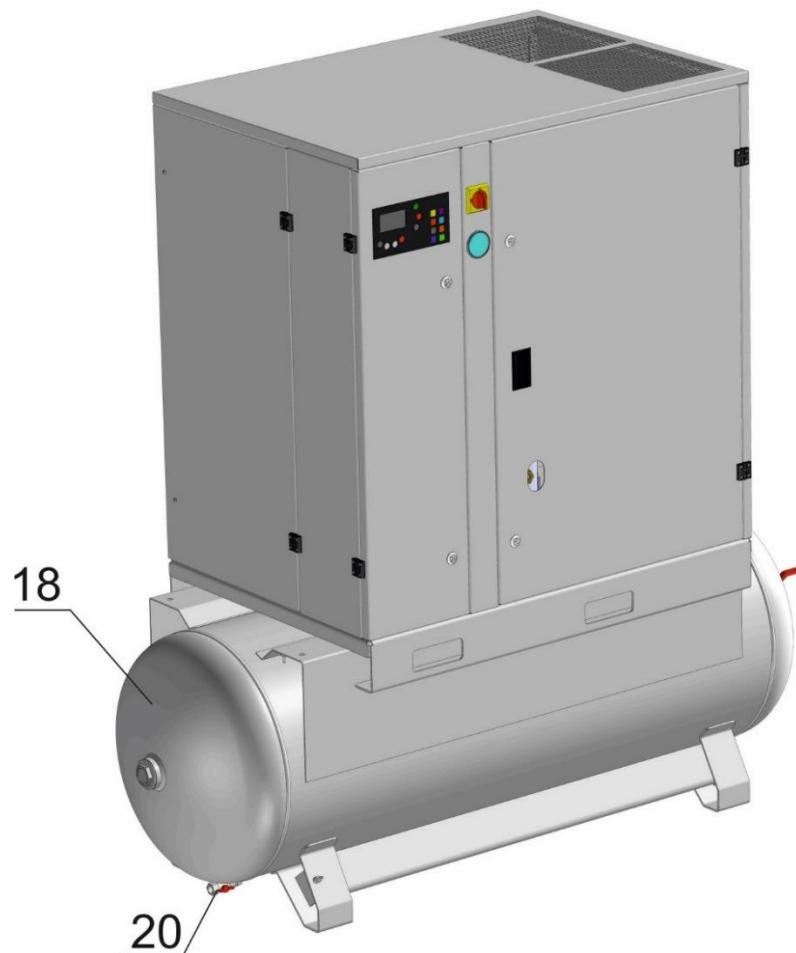

Рисунок 2 – Общий вид компрессорных установок ВК25-...-500(ВС), 30-...-500(ВС)
**18 – Ресивер воздушный** (см. рисунок 2 или 3) предназначен для сбора сжатого воздуха, устранения пульсации давления, предварительного отделения конденсата и масла. Ресивер одновременно является корпусом, на котором смонтированы агрегаты компрессорной установки.
**20 – Конденсатоотводчик** (см. рисунок 2 или 3) предназначен для удаления скопившихся в ресивере конденсата и масла.